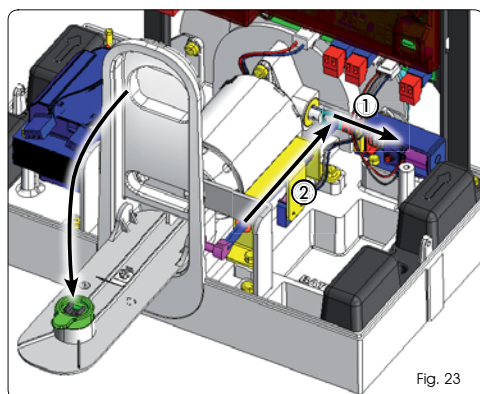

Fig. 23
☞ En abaissant le levier de déblocage, on agit aussi bien sur le verrouillage du moteur, en le reculant (Fig. 23 réf. ①), que sur le micro-interrupteur de sécurité qui force l'automatisme en position de STOP (Fig. 23 réf. ②).